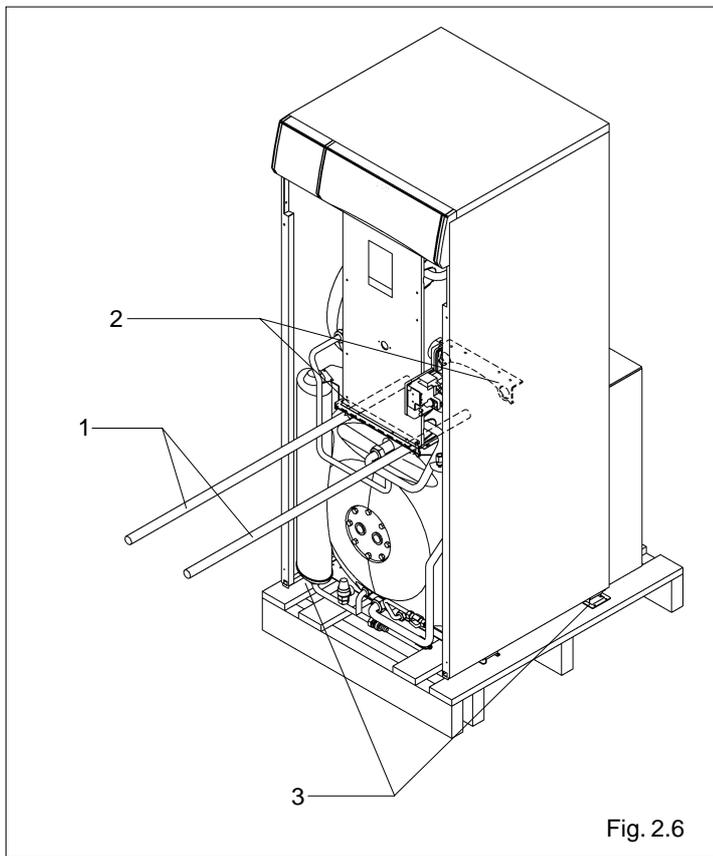

Fig. 2.6
- quitar los tornillos que sujetan la caldera a la paleta de madera mediante dos bridas (3) (fig. 2.6)
- levantar la caldera utilizando dos tubos de 3/4" (1) introducidos en los correspondientes orificios de elevación (2) (fig. 2.6).